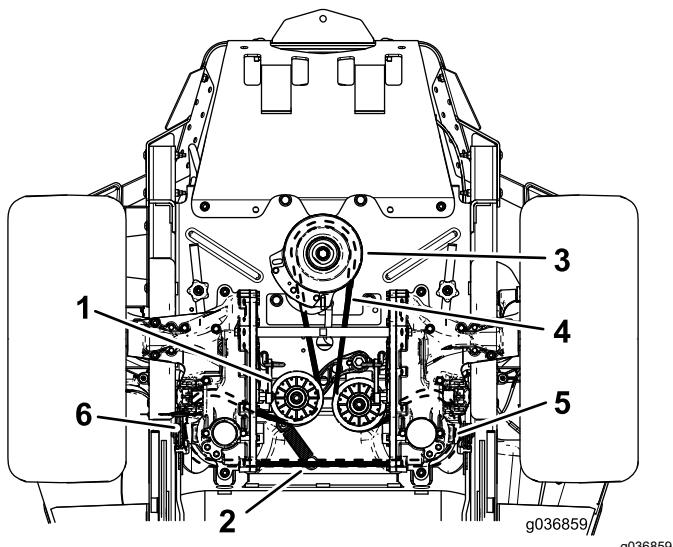

Bild 65
6. Entfernen Sie die Spannscheibenfeder von der Strebe (Bild 65).
8. Verlegen Sie den neuen Riemen um die Motorriemenscheibe und um die zwei Riemscheiben der Hydraulikpumpe (Bild 65).